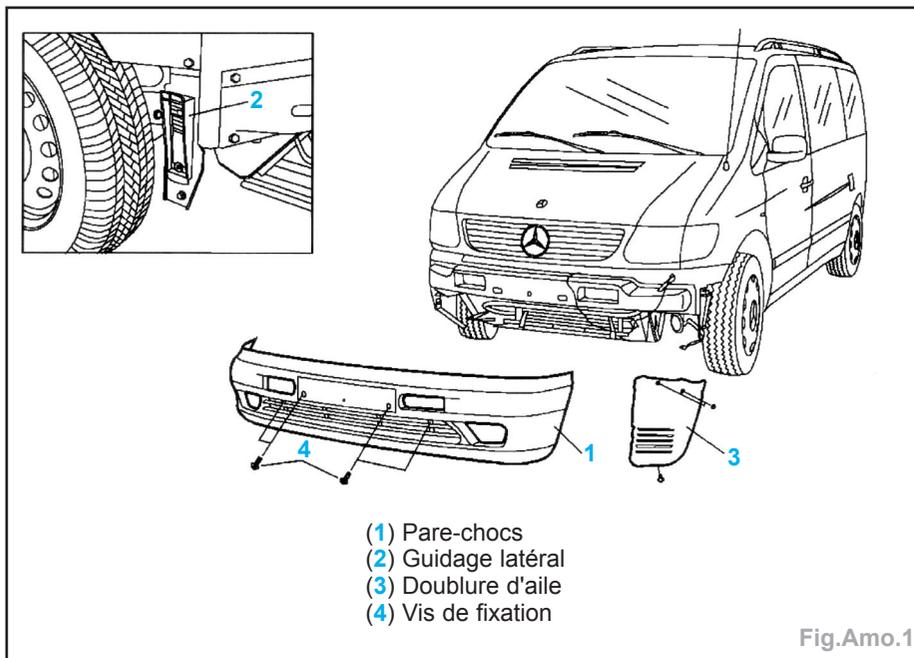

Fig.Amo.1
- Déposer la doublure d'aile (3) dans les ailes AVG et AVD (Fig.Amo.1).
- Dévisser les vis de fixation (4) à l'AV.
- Débrancher le pare-chocs (1) du guidage latéral (2) et le déposer.